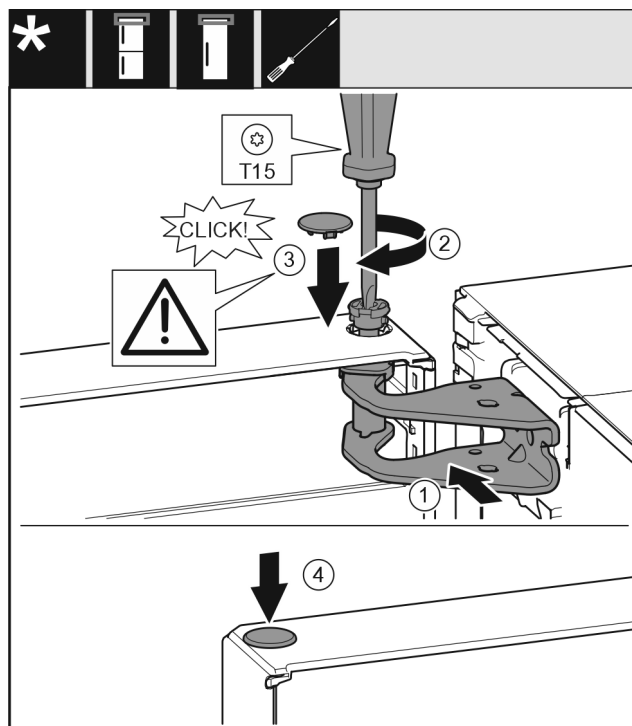

Fig. 21
- Niveloni derën lart për hapjen e saj në bazamentin mbështetës Fig. 21 (1).
- Futni bulonin Fig. 21 (2) dhe mbërthejeni me një kaçavidë.
- Vendosni kapakun mbulues Fig. 21 (3).
- Kontrolloni nëse kapaku mbulues Fig. 21 (3) qëndron mbi derë.
► Vendosni kapakun mbulues Fig. 21 (4).